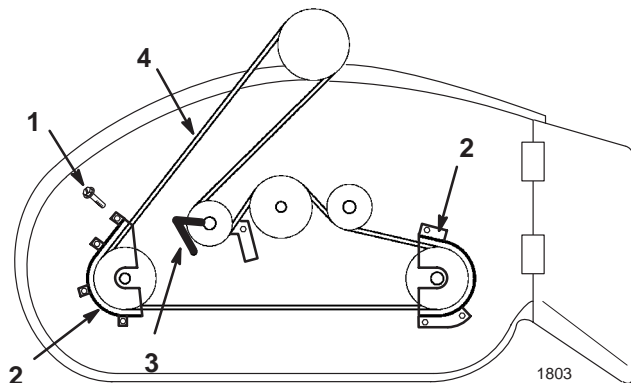

Bild 28
2. Entfernen Sie die Halteschrauben der Riemenabdeckungen und die Riemenabdeckungen von den Schnittmesser-Riemenscheiben (Bild 28).
3. Lösen Sie die Befestigungsschraube der Drehspannscheiben, um den Riemen um die Riemenführungen zu bewegen (Bild 28).
4. Nehmen Sie den Riemen von den Scheiben ab (Bild 28).
2. Ziehen Sie die Befestigungsschraube der Spannscheibe fest (Bild 28).
3. Montieren Sie die linke und rechte Riemenabdeckung mit den Befestigungsschrauben (Bild 28).